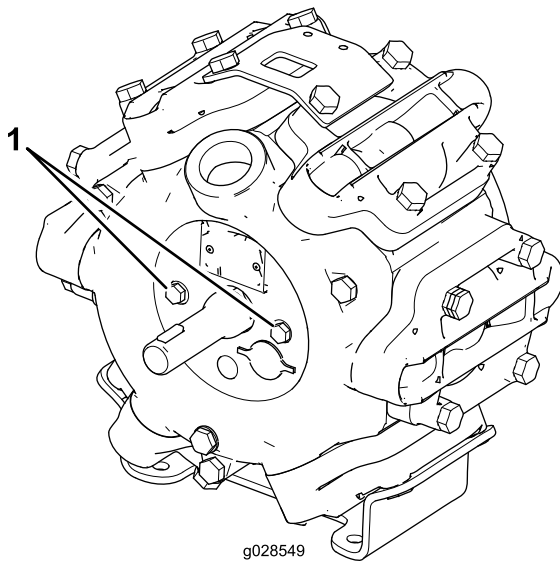

Figura 1
1. Remova os dois parafusos à esquerda e à direita do veio de entrada da bomba do pulverizador (Figura 1).